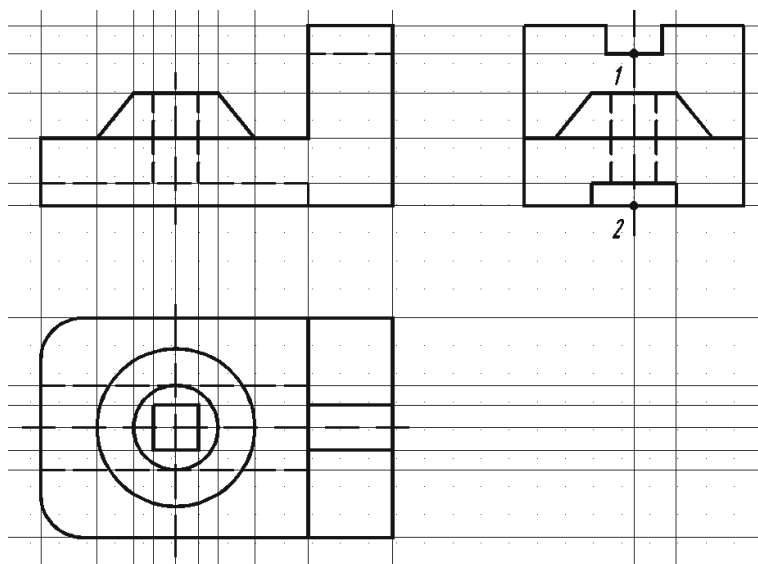

Рисунок 2.8
10. Выполнить команду ЗЕРКАЛО для формирования полного вида слева. После выбора объектов указать две точки на оси отражения, рисунок 2.8.